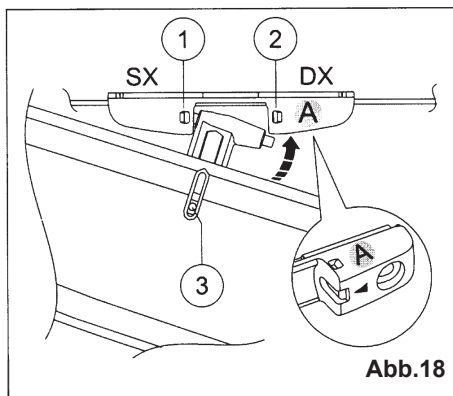

Abb.18
- 9) **Abb. 18-** Die Kettenendstück-Regelungsschraube (**Bez. 3**) lösen und den Stellantrieb zur Schnellkupplung verbinden, indem man das Kettenregelungsendstück zuerst in den ersten linken Kupplungspunkt (**Bez. 2**) und dann in den rechten Kupplungspunkt (**Bez. 2**) einführt;